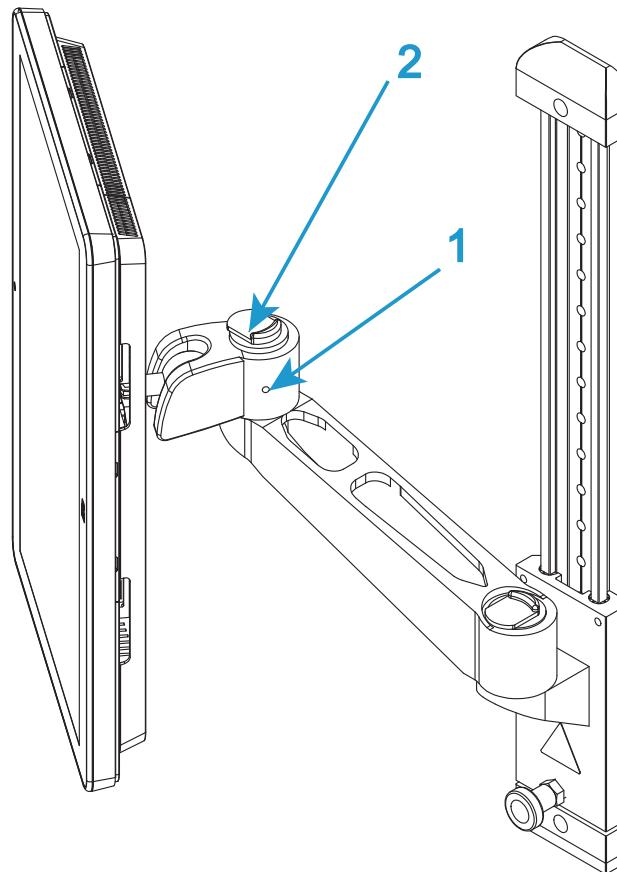
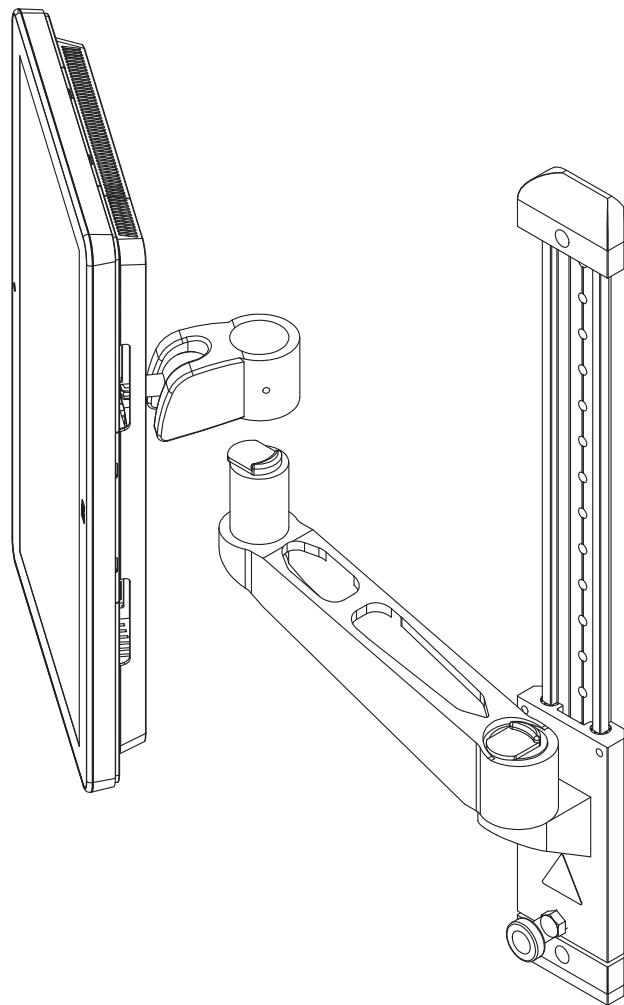

図7. 取り付けアーム
図8. 持ち上げて取り外す
3. 必要に応じて、取り付けアームの「継手部分」の側面にある固定ねじを緩めます (46 ページの図 7 の 1)。
4. 「継手部分」上部のリリース機構 (46 ページの図 7 の 2) を操作して Bluehill® オペレータ ダッシュボードを持ち上げ、取り付けアームから外します (47 ページの図 8)。